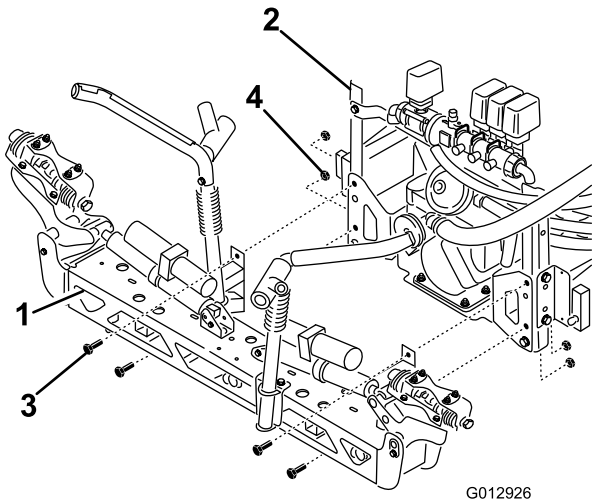

Figura 29
3. Monte el conjunto del brazo central en el conjunto del sistema de pulverización en los puntos de montaje del bastidor de los brazos, según se muestra en Figura 29, con 4 pernos (1/2 x 1-1/4 pulgadas) y cuatro contratuercas (1/2 pulgada).